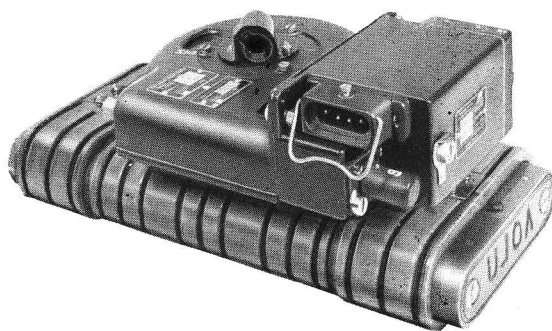
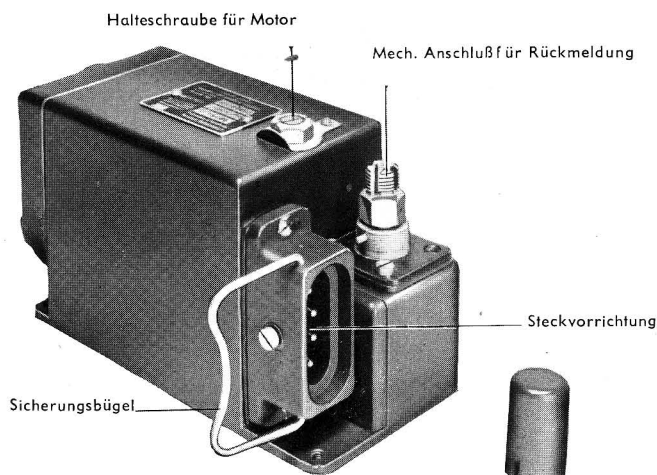
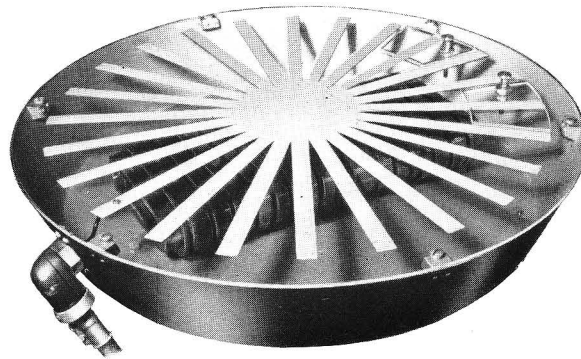

Abb. 13 Peilrahmen PRE 6 mit APR 6
Abb. 18 Peilrahmenantrieb APR 6
Abb. 20 Peilrahmen mit Wanne, Hilfsantenne und Hilfsantennenanschluß
35. Der Peilrahmen PRE 6 (Ln 28067) (vgl. Abb. 13) besteht aus dem Peilrahmenoberteil PREO 6 (Ln 28068) der Rahmendrehlagerung PRD 6 (Ln 28072) und dem Rahmenantrieb APR 6 (Ln 28069). Der Peilrahmenoberteil — d. i. der eigentliche Peilrahmen — ist an Bord in einer Blechwanne untergebracht, die mit einer Isolierstoffplatte abgedeckt ist (vgl. Abb. 20).
38. Der **Peilrahmenantrieb APR 6** (vgl. Abb. 18) ist mit drei Schrauben an die Rahmen-drehlagerung PRD 6 angeflanscht (vgl. Abb. 13). Er enthält den Antriebsmotor, der durch eine Kupplung mit einem Schneckenradgetriebe verbunden ist. Motor und Störschutz-Vierfachkonden-
Der in Abb. 18 sichtbare Wellenstumpf ermöglicht den Anschluß einer biegsamen Welle für die Rückmeldung zum Funkpeilkompaß PFA/R oder zum Funkbeschicker PFB-11.
40. Die Hilfsantenne (vgl. Abb. 20) ist auf die Innenseite der meist aus Plexiglas bestehenden Peilrahmenabdeckung (Hilfsantennenplatte) aufgebracht. Sie besteht aus einer strahlenförmigen Metallstreifenanordnung, die im Spritzverfahren hergestellt und durch Lackierung gegen Korrosion geschützt ist.